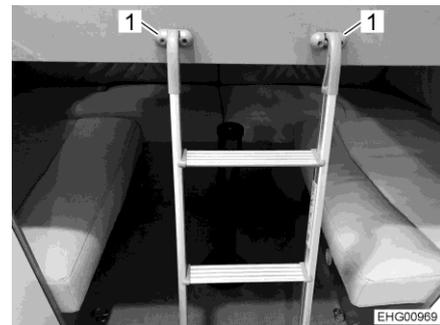

Fig. 69 Escalera de ascenso
- Enganchar la escalera de ascenso en los dos soportes (Fig. 69,1). Al hacerlo prestar atención a que la escalera de ascenso tenga una posición firme y segura.